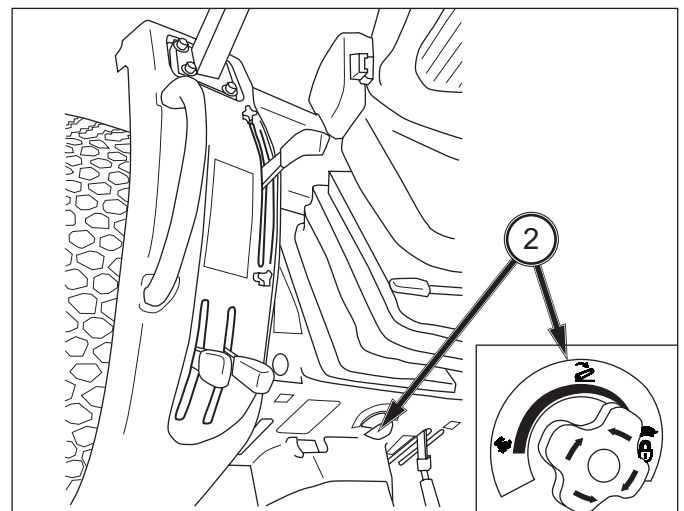

ABB. 86
ABB. 86: Im Steuerbereich rechts neben dem Fahrersitz befinden sich Bedienelemente für folgende Hubwerksfunktionen: Lageregelung – Hält die Höhe des Hubwerks in Relation zum Traktor konstant. Durch Zurückziehen des Positionswahlhebels (1) werden Hubwerk und Anbaugerät angehoben. Durch Vorwärtsschieben des Hebels wird das Hubwerk abgesenkt. Jede Stellung des Hebels bewirkt eine bestimmte Position von Hubwerk und Anbaugerät.